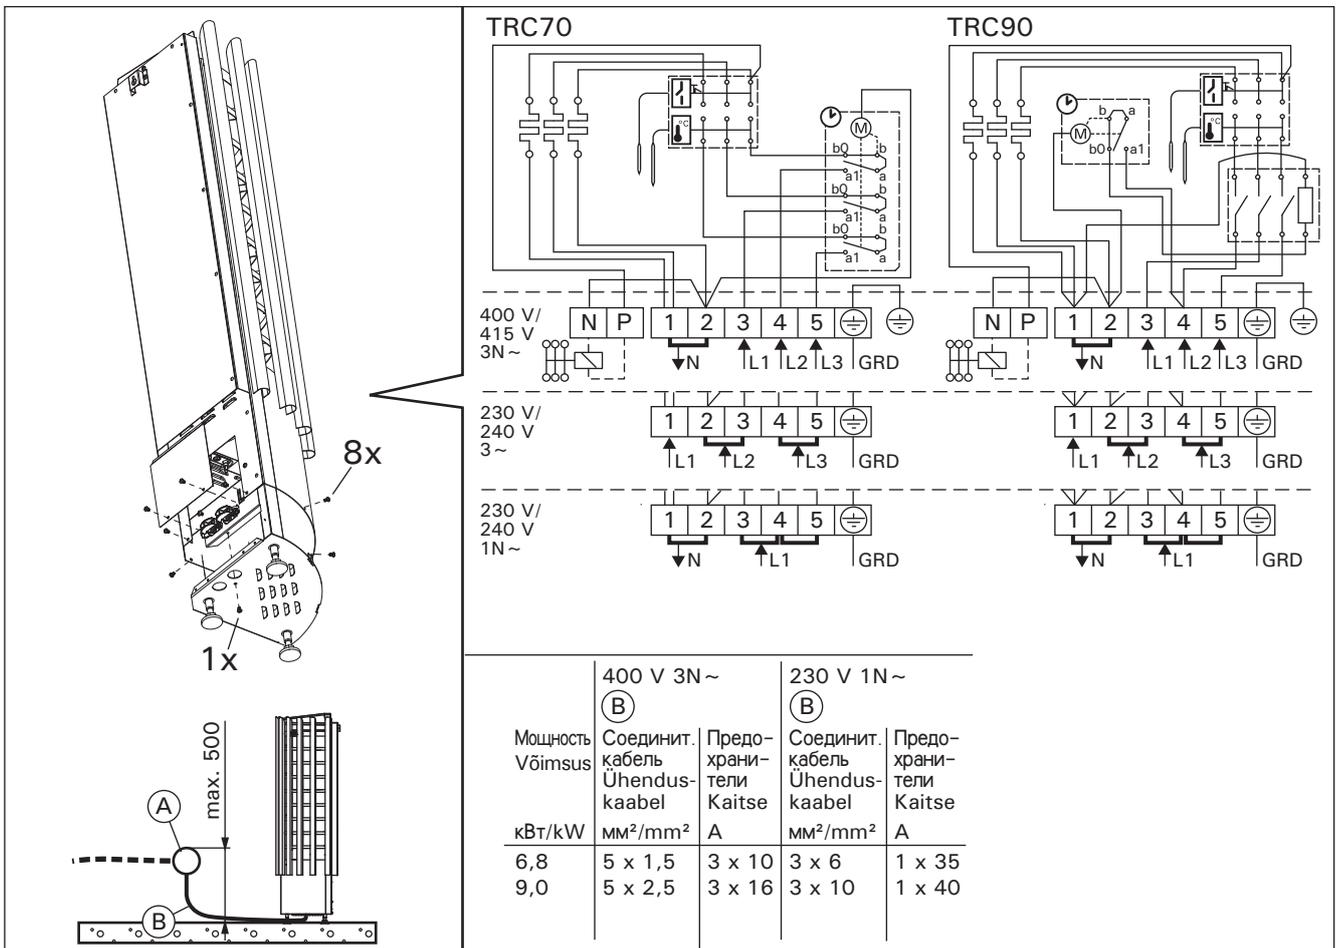

Рисунок 7. Электромонтаж
- Каменка гибким проводом подсоединяется к соединительной коробке (рис. 7: A) на стене сауны. Соединительная коробка должна быть брызгозащищенной и находиться на расстоянии не более 500 мм от пола.
- В качестве кабеля (рис. 7: B) следует использовать резиновый кабель типа H07RN-F или подобный.
возможным управление электрическим нагревом (рис. 7). Управляющее напряжение передается от каменки, когда она включена. Кабель управления электронагревом подводят прямо к соединительной коробке каменки и дальше с помощью резинового кабеля, равного по сечению соединительному кабелю, к клеммнику.